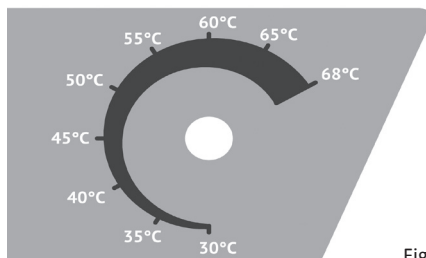

Fig. 1
Genom att föra huvudströmbrytaren till läge (I) matas torken. Fläkten börjar på så sätt att rotera med maximalt varvtal. Genom att nu verka på **justeringsvredet** (fig.1) kan du ändra driftstemperaturen enligt önskan från 30°C till 68°C. **justeringsvredet** tillåter att justera temperaturen för luftflödet genom att verka direkt på justeringsvredet. Under arbetsfasen hörs ett "klick" varje gång som värmenivån, som ställts in med själva termostaten uppnås.